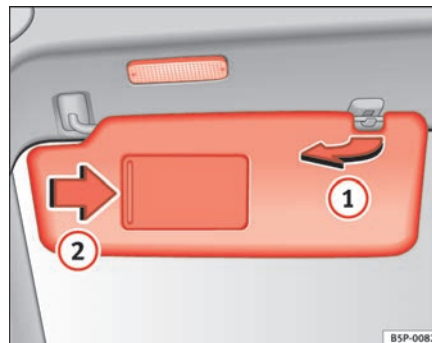

Abb. 83 Sonnenblende
Die Sonnenblenden für den Fahrer und Beifahrer können aus der Halterung in der Fahrzeugmitte herausgezogen und zu den Türen geschwenkt werden ⇒ Abb. 83 ①.